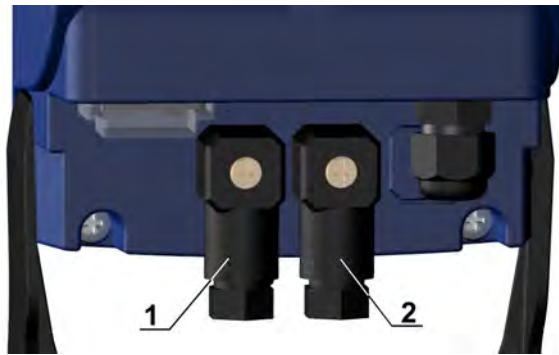

Fig. 13
NOTA: para ter uma rápida escorva sugerimos selecionar o modo "T" (veja pos. 1 fig. 14), girar o potenciômetro totalmente para a direita e provocar um curto-circuito nos pinos 3 e 4 do conector de entrada do hidrômetro (veja pos. 2 fig. 13). Para um contato de curto-circuito a bomba será ativada por 60 segundos. Se 60 segundos não forem suficientes para escorvar a bomba, provoca mais um curto-circuito.